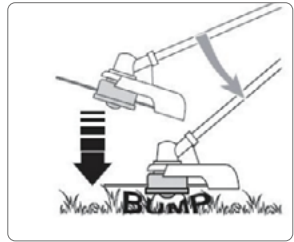

Рис. 34
9. Если вы используете катушку с леской, необходимо легко ударить о поверхность земли (рис. 34), для автоматического выброса лески из катушки.